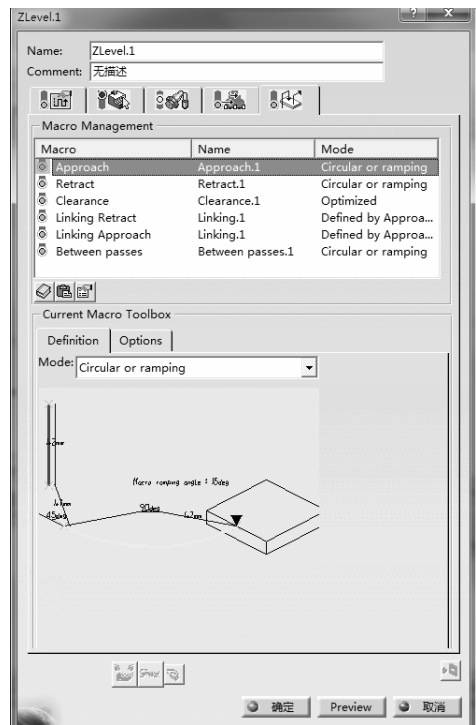

图 2-93 进刀、退刀参数选项卡（4）
单击 “Zlevel.x” 对话框中的  按钮，切换到进刀、退刀参数选项卡 (4)，如图 2-93 所示。